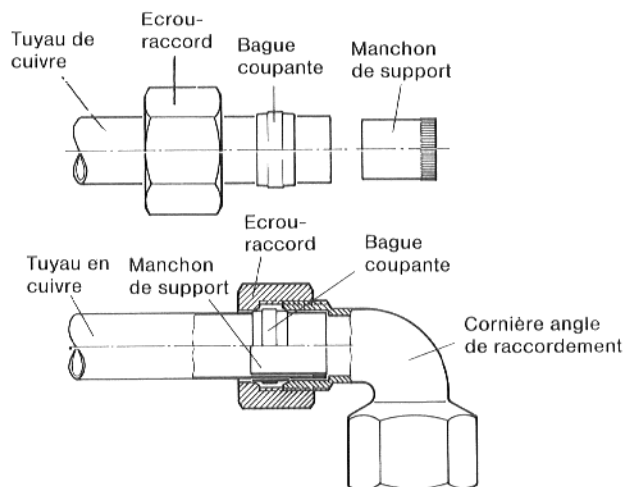

Fig. 6: Tuyau en cuivre avec bague coupante filetée
- Pousser les écrous-raccord et les bagues coupantes sur les jonctions des tuyaux en cuivre. Mettre les manchons de support avec les côtés non-dentés caoutchouc de façon à ce qu'ils soient à fleur (Fig. 6). Huiler légèrement le filet et les chanfreins des bagues coupantes.